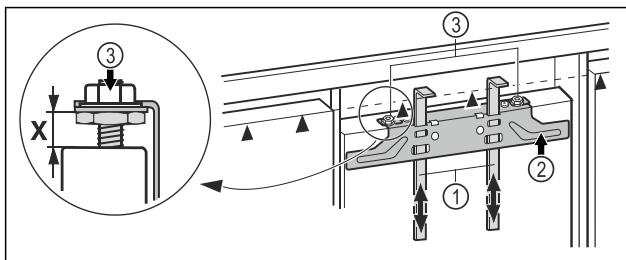

Fig. 44
- ▶ Podignite montažna pomagala Fig. 44 (1) na visinu vrata namještaja. Donji rub graničnika ▲montažnog pomagala = gornji rub montiranih vrata namještaja.
- ▶ Odvignite pričvrsnu poprečnu letvicu Fig. 44 (2) s pomoću protumatica Fig. 44 (3).